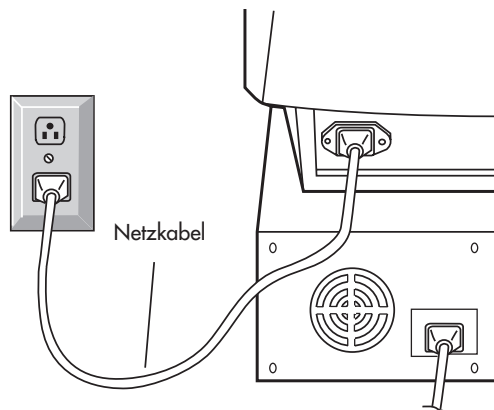

Figure C.1
5. Schließen Sie ein Ende des Netzkabels an den MultiSync Monitor der Serie FP an und stecken Sie das andere Ende in die Steckdose (**Abbildung C.1**).